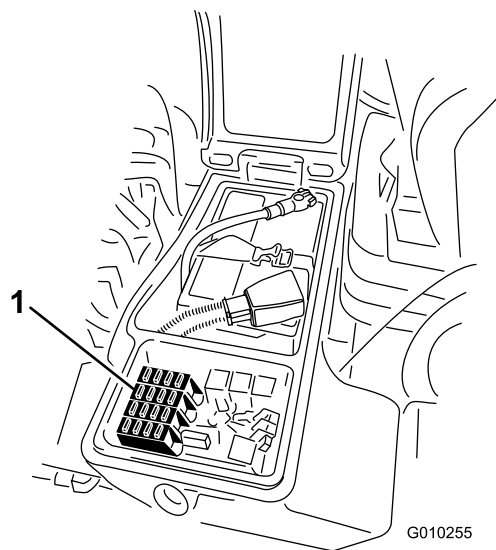
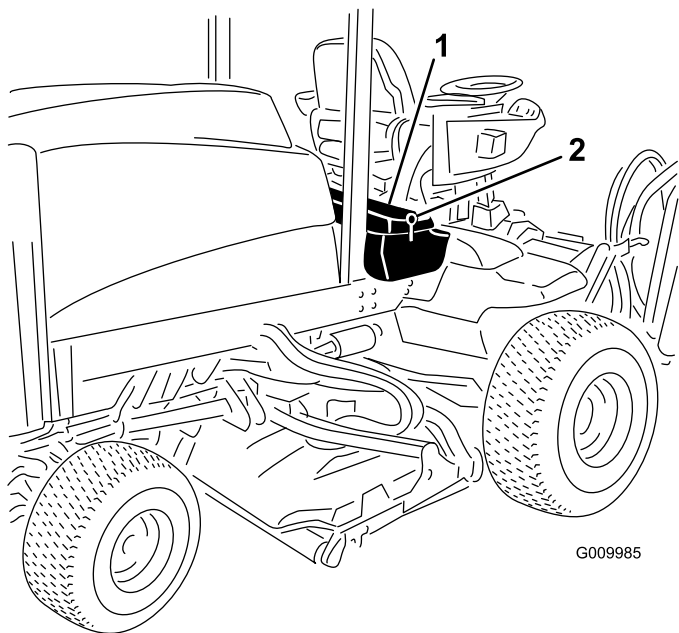

Bild 52
Bild 51
1. Lösen Sie den Riegel für die Abdeckung des rechten Ablagekastens und heben Sie die Abdeckung (**Bild 51**) hoch, um an den Sicherungsblock zu gelangen (**Bild 52**).
2. Wechseln Sie ggf. die offenen Sicherungen aus (**Bild 52**).
3. Schließen Sie die Abdeckung des rechten Ablagekastens und befestigen Sie die Abdeckung mit dem Riegel (**Bild 51**).